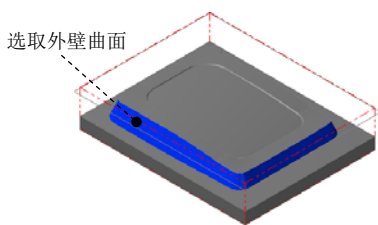

图 5.18 选取加工面
Step1. 选择加工方法。选择下拉菜单 **刀具路径 (T)** → **曲面精加工 (F)** → **精加工等高外形 (C)...** 命令。
(1) 在图形区中选取图 5.18 所示的面 (共 18 个), 按 Enter 键, 系统弹出“刀具路径的曲面选取”对话框。